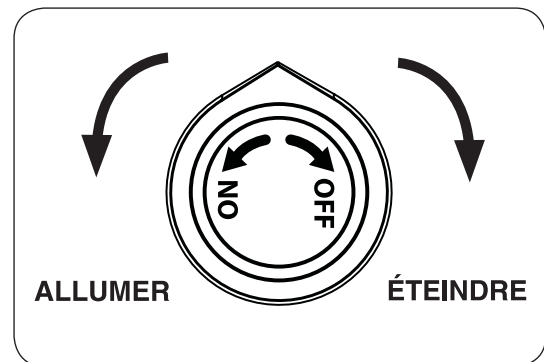

Fig. 34-2
4. **Tout en maintenant le bouton d'allumage dans, vérifiez que l'électrode est étincelles.** Ensuite, tournez la commande de gaz dans le sens anti-horaire à la position **ON (allumer)**, appuyer et maintenir pendant 15 secondes (voir Fig. 34-2). Votre brûleur doit allumer.
Pour éteindre le brûleur à gaz, appuyer sur le bouton de contrôle du gaz et tourner dans le sens horaire à la position **OFF (éteindre)** (voir Fig. 34-2). Assurez-vous que le bouton de commande est tourné complètement hors tension pour éviter toute fuite de gaz.